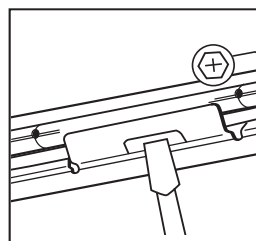

Figure 5
Étape 2. Glissez le luminaire le long des barres de suspension jusqu'à l'endroit désiré. Utilisez des vis de blocage ou la fente pour fixer (Fig. 5)